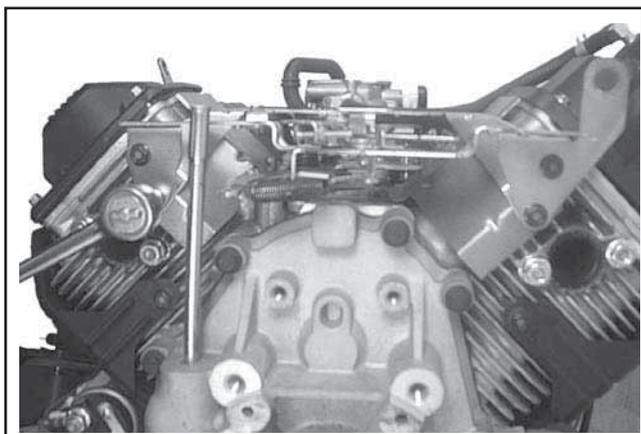

Figure 9-21. Enlèvement de la bride de commande.
1. Enlever les quatre vis hexagonales à embase fixant la bride de commande et la bride arrière du filtre à air (certains modèles) sur les culasses des cylindres. Voir les Figures 9-21 et 9-22.